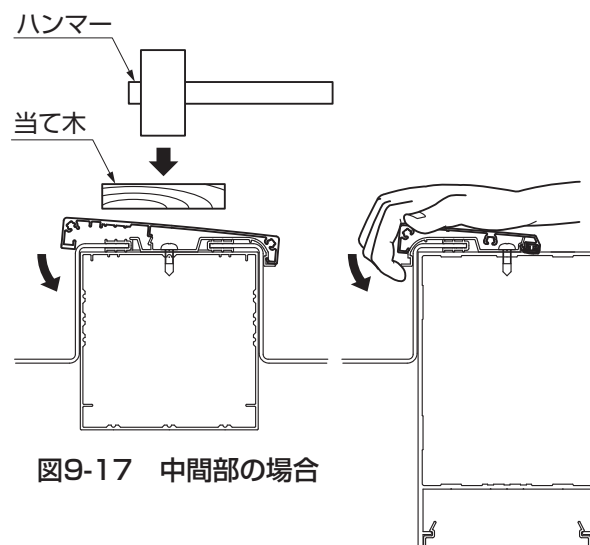

図9-17 中間部の場合
③ 屋根固定材カバールを屋根固定材にはめ込んでください。（図9-17、図9-18参照）